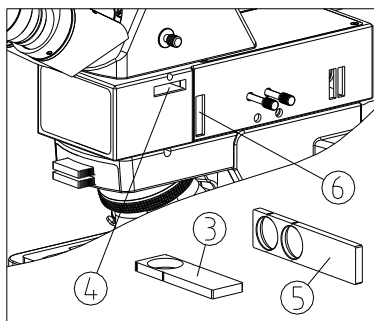

图 38
(2) 将检偏镜③正面朝上插入反射照明器的检偏镜插口④中, 并插到底为止。(如图 38)
(3) 360 度旋转式检偏镜对零时(或使用固定式检偏镜), 起、检偏镜处于呈正交状态。
(4) 拨动旋转式检偏镜上的拨盘可以改变偏正光的正交状态。
(1) 将起偏镜插板⑤正面朝前插入反射照明器的插槽⑥内。(如图 38)